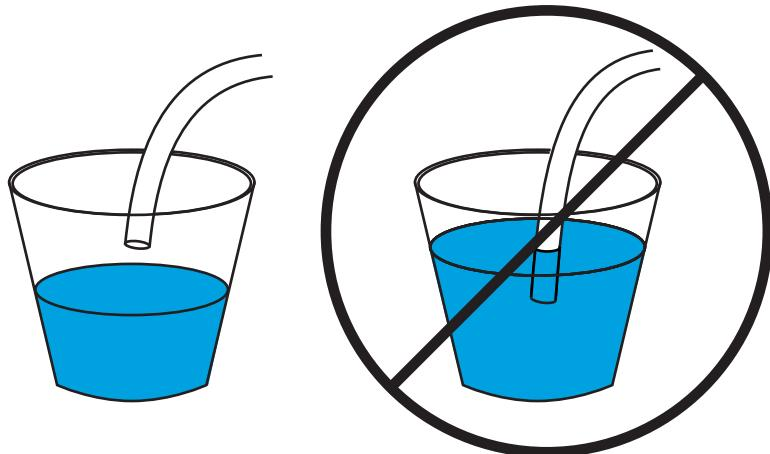

図 37 廃液チューブを正しく吊り下げた状態（左）と間違って浸水させた状態（右）
- チューブの開口端が廃液コンテナで浸水していない（図 37）。